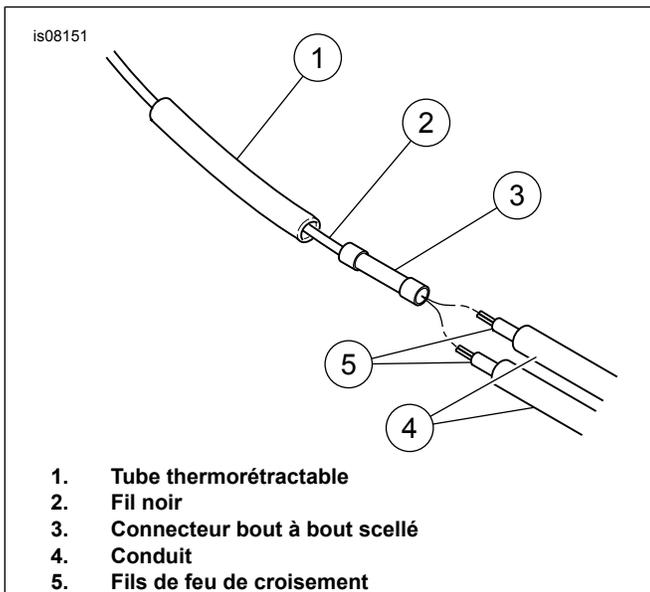

Figure 7. Connexion du câblage du feu de croisement
17. Voir Figure 7. Acheminer les deux fils de feu de croisement vers le connecteur. Dénuder les fils sur une longueur d'environ 25,4 mm (1 po) pour qu'ils dépassent du connecteur bout à bout. Dénuder le conduit d'environ 38,1 mm (1 1/2 po) de l'extrémité du fil.
22. Consulter Figure 7. Acheminer les deux fils de feu de croisement vers le connecteur. Dénuder les fils sur une longueur d'environ 25,4 mm (1 po) pour qu'ils dépassent du connecteur à bout à bout scellé. Dénuder le conduit d'environ 38,1 mm (1 1/2 po) de l'extrémité du fil.